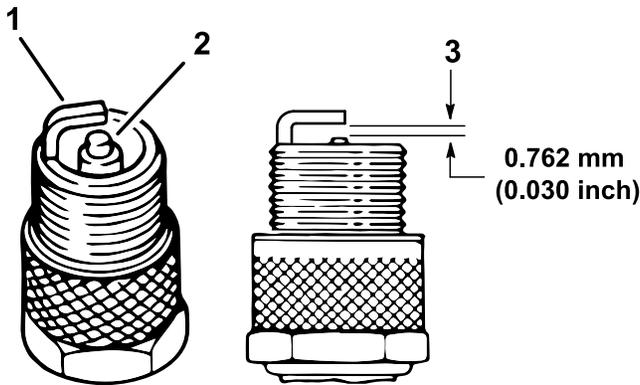

図 37
4. 電極 (側面と中央) と碍子の状態を点検する(図 37)。
5. 図 37のように、電極間のエアギャップを0.762 mm に調整する。